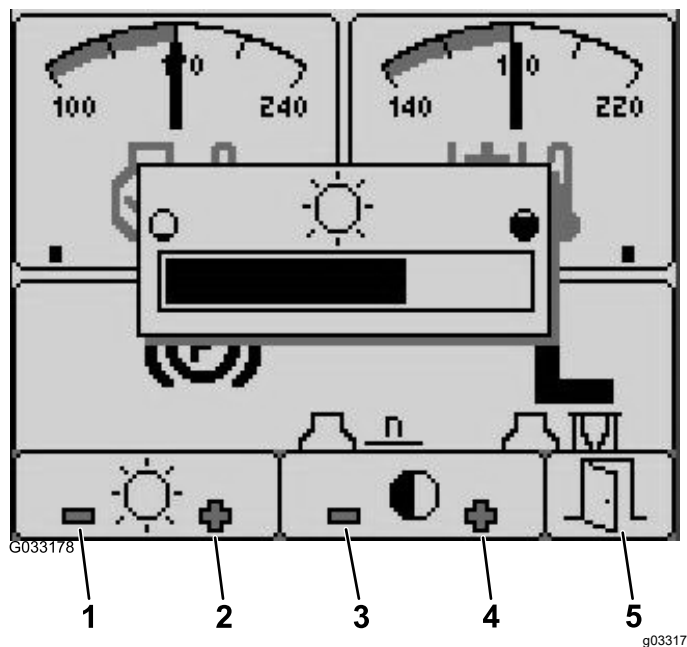
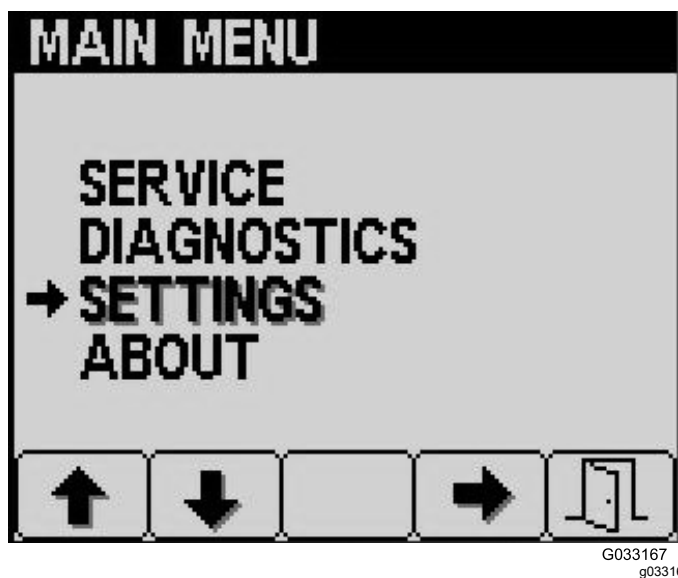

Figura 19
Figura 18
8. Salga del menú seleccionando el botón EXIT (SALIR) (puerta) (Figura 18 o Figura 19).
1. Desde la pantalla de inicio, pulse el botón 5 para acceder a la barra de menús emergentes de brillo/contraste (Figura 19).
2. Pulse el botón 1 para reducir el brillo, el botón 2 para aumentar el brillo, el botón 3 para reducir el contraste y el botón 4 para aumentar el contraste (Figura 19).
3. Cuando haya ajustado el brillo/contraste, pulse el botón 5 para salir (Figura 19).
2. Desplácese hacia arriba o hacia abajo a SERVICE (MANTENIMIENTO) en el menú principal (Figura 18)